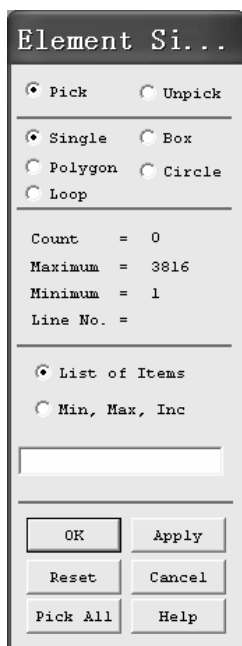
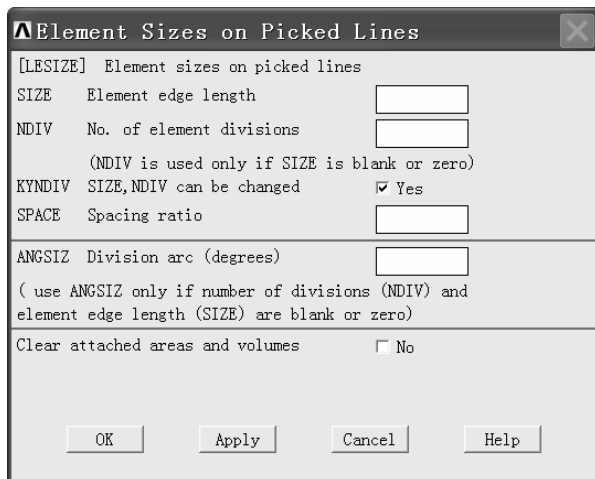

图 10-18 “Element Si...” 窗口
图 10-19 “Element Sizes on Picked Lines” 窗口
(1) 依次选择 Main Menu>Preprocessor>Meshing>MeshTool, 弹出“MeshTool”窗口。
(2) 单击“Mesh Tool”窗口中“Lines”后的“Set”按钮, 弹出“Elem Si...”窗口(见图 10-18)。单击“Pick All”按钮, 弹出“Element Sizes on Picked Lines”窗口(见图 10-19), 在该窗口“SIZE Element edge length”后的输入框中输入“0.05”, 然后单击“OK”按钮。